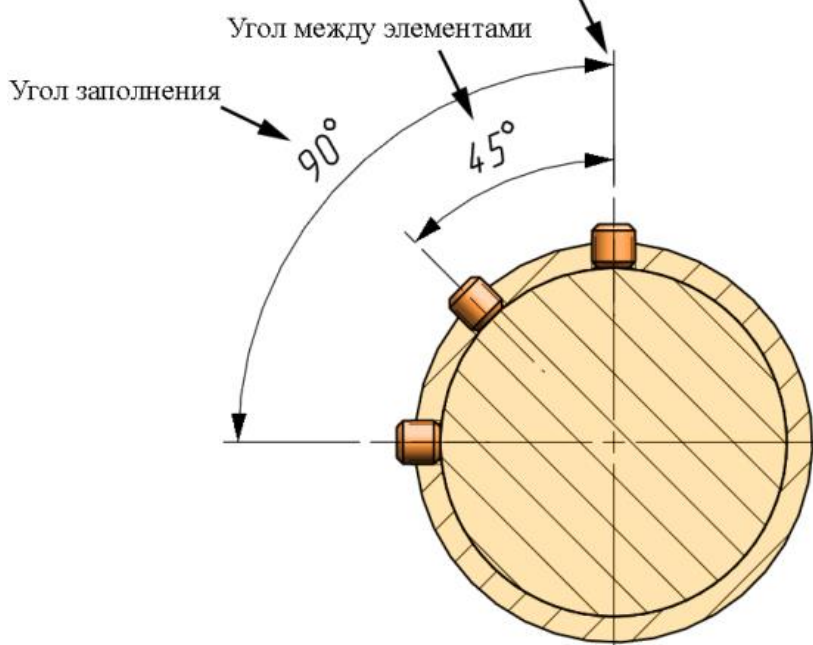

Рисунок 3-19
- Начальный угол (Рисунок 3-19).